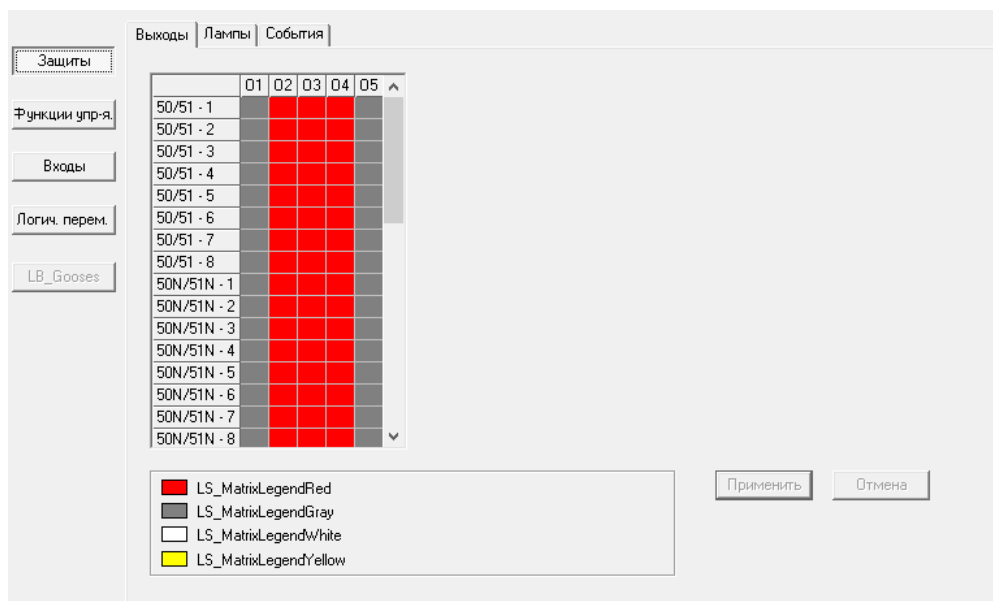

Рис. 5.20. Окно настройки типов защит
4. Параметры логики управления (рис. 5.20).